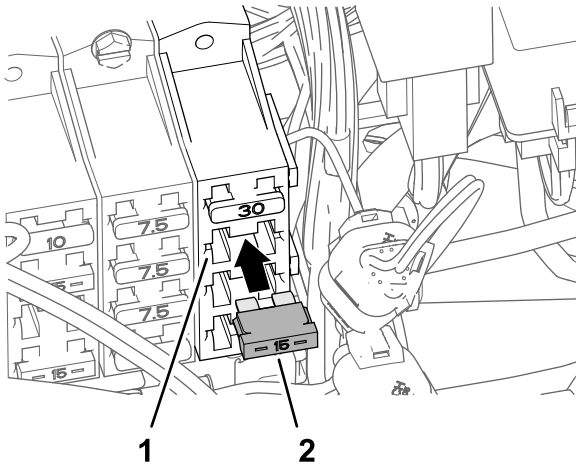

**Figure 190**
5. Branchez le connecteur à lame que vous avez repéré à l'opération 4 au connecteur à douille au bout du fil rose de 51 mm du faisceau du kit (Figure 190).